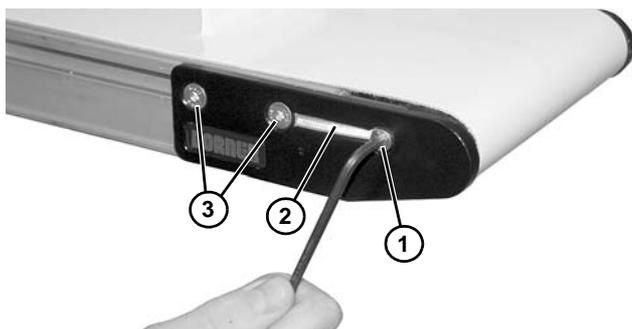

Figure 62
1. Sur un côté du convoyeur, retirer la vis (**Figure 62, élément 1**) et retirer le couvercle antipoussière (**Figure 62, élément 2**), s'il y en a un.
2. Retirer les deux vis de fixation (**Figure 62, élément 3**).